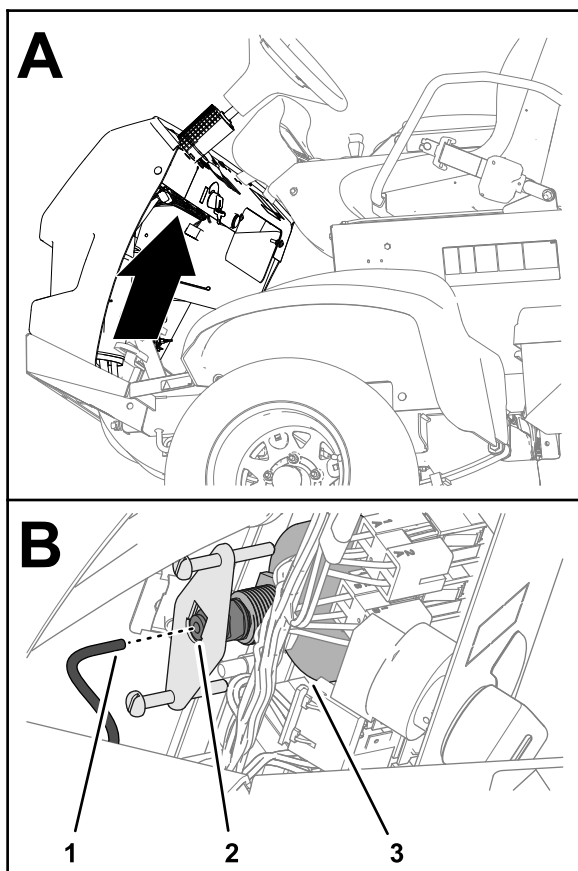

Рисунок 122
5. Отсоедините трубку от задней части манометра и поместите конец трубки в емкость (Рисунок 122).